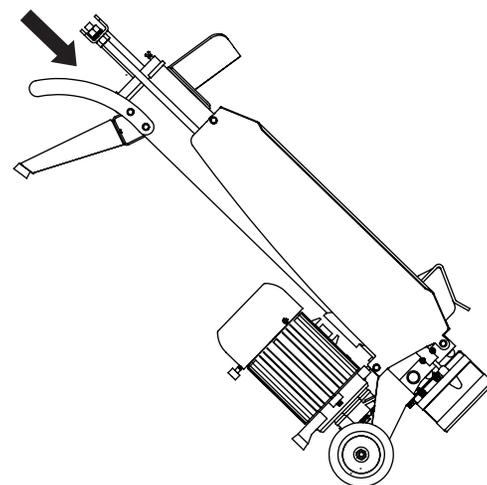

Figura 11
4. Volteé la astilladora sobre el lado del motor. **(VER FIGURA 11)**